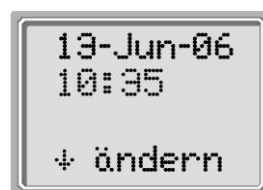

Bild 56
- Drücken Sie die UNTEN ▼ Taste ⑩. Es erscheint das in Bild 56 gezeigte Änderungsmenü.
- Drücken Sie jetzt UNTEN ▼ Taste ⑩ (Weiter) solange (ca. 3 Sek.), bis die grüne Anzeige ⑦ erlischt. Sie befinden sich jetzt im Geräte-Einstellungsprogramm.
- Wählen Sie mit der LINKS ◀ Taste ⑨, oder der RECHTS ▶ Taste ⑫ DP Programm.
- Drücken Sie jetzt die UNTEN ▼ Taste ⑩ (Weiter) solange (ca. 3 Sek.) bis die grüne Anzeige ⑦ erlischt. Sie befinden sich jetzt im DP Programmeinstellungs Menü.
- Mit der OBEN ▲ Taste ⑪ und der UNTEN ▼ Taste ⑩ können Sie zwischen den einzelnen Einstellpunkten wechseln.
- Mit der LINKS ◀ Taste ⑨, und der RECHTS ▶ Taste ⑫ können Sie eine Einstellung verändern.